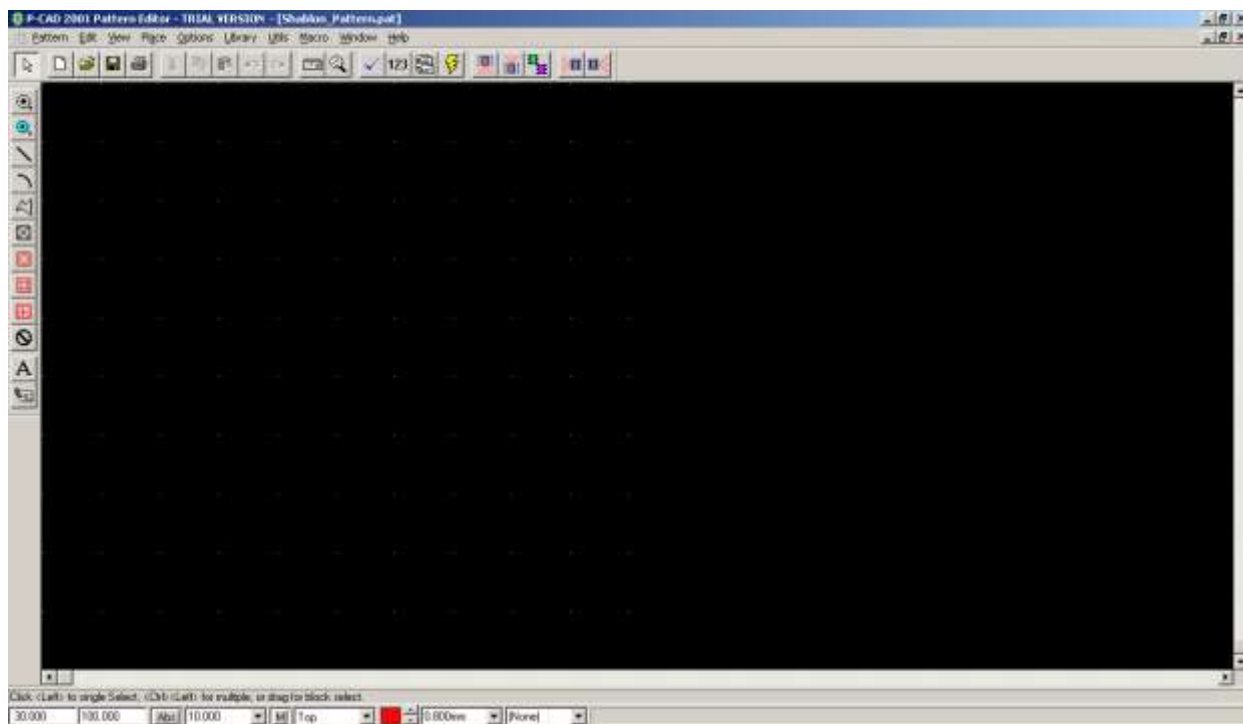

Рис. 1 Рабочее окно редактора **Symbol Editor**
- 1.3 Ознакомьтесь с рабочим окном программы, которое изображено на рис. 1. Как вы можете убедиться оболочка редактора **Pattern Editor** очень похожа на оболочку редактора PCB.